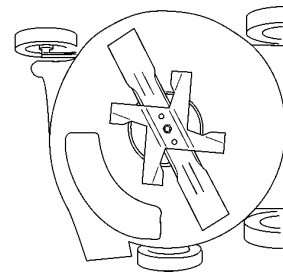

Figure 21
3. Basculer la tondeuse du côté opposé au filtre à air (Fig. 21). Quand la tondeuse est basculée sur le côté, le filtre à air doit se trouver en haut.
2. Basculer la tondeuse du côté opposé au filtre à air (Fig. 21). Quand la tondeuse est basculée sur le côté, le filtre à air doit se trouver en haut.